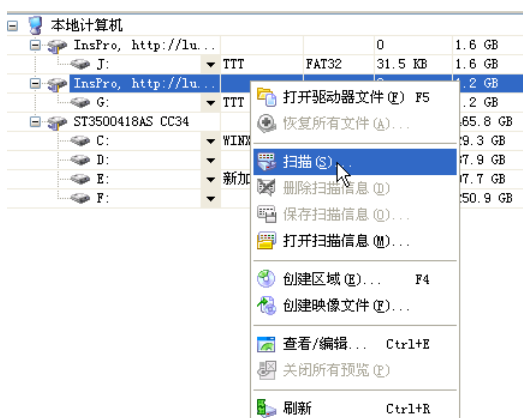

图 5-54 选择扫描
(2) 选择你要恢复数据的硬盘，右键单击鼠标，在弹出的快捷菜单中选择“扫描”，如图 5-54 所示。